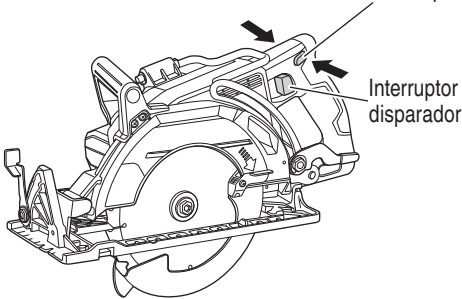

Fig. 25
3. Operación del interruptor (Fig. 25). Para el funcionamiento seguro de la máquina, se proporciona un botón de “bloqueo-desconexión” en el lado del asidero.